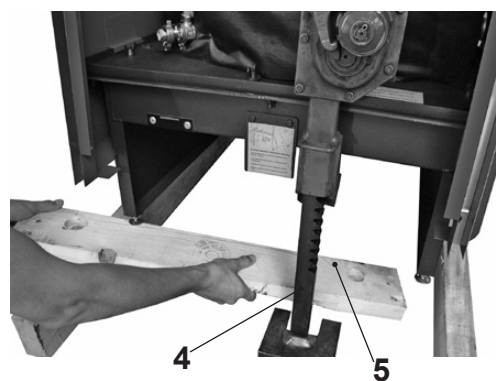

Fig. 03
4. Soulever la chaudière à l'avant avec un cric (4, Fig. 03) et retirer la planche transversale avant (5).